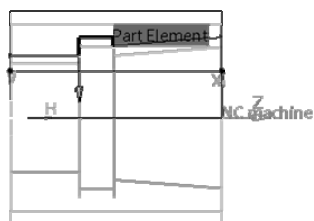

图 6-138 定义零件轮廓 (7)
- 定义零件轮廓（7）。单击“Groove Turning.1”对话框中的, 切换到几何参数选项卡，单击对话框中零件轮廓感应区，选择如图 6-138 所示的曲线作为零件轮廓，在空白处双击鼠标左键返回。